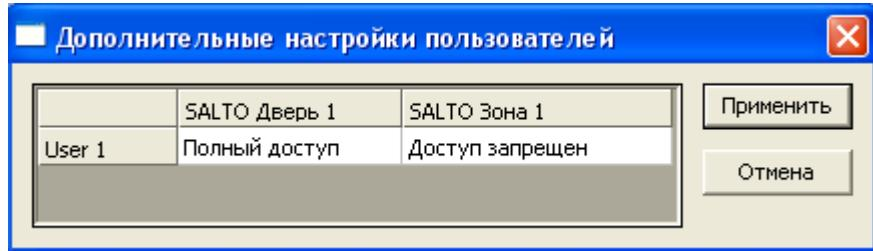

Рис. 3.3—6 Назначение пользователям уровней доступа
- Каждому зарегистрированному в системе пользователю назначить требуемый уровень доступа через заданное периферийное устройство, выбрав данный уровень из раскрывающегося списка в соответствующей ячейке (см. Рис. 3.3—6, 1).
- Для сохранения внесенных изменений нажать на кнопку **Применить** (см. Рис. 3.3—6, 2).